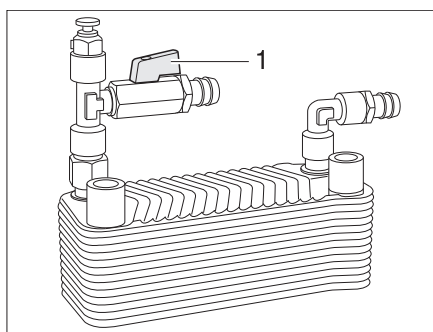

Fig. 329 Termocambiador Alde
- Colocar el tirador (Fig. 329,1) del grifo de cierre en paralelo a la tubería.
- Colocar el tirador (Fig. 329,1) del grifo de cierre transversalmente a la tubería.